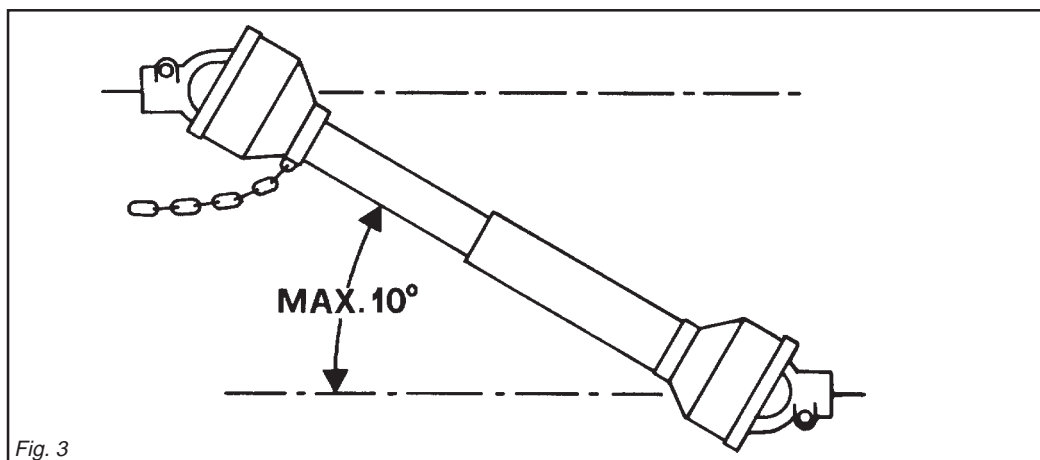

Fig. 3
- 39)** Disinserire, sempre, la presa di forza quando l'albero cardanico fa un angolo troppo aperto (mai oltre i 10 gradi - Fig. 3) e quando non viene usata.
- 39)** Always disengage the pto when the cardan shaft is set at an excessively open angle (never beyond 10 degrees - Fig. 3) and when it is not in use.